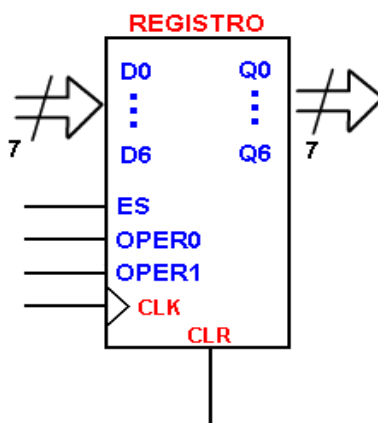

Ilustración 1 Símbolo del registro genérico.
1. Realizar un programa en HDL que permita implementar el diseño de un registro genérico como el que se muestra en la ilustración 1 y 2.